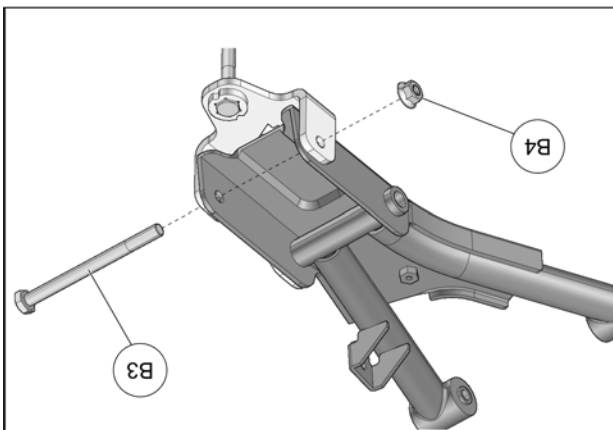

Fig. 9
8. Insérer le nouveau boulon M10x130mm (B3) à travers l'ancrage, le bras de suspension et le moyeu. Installer l'écrou (B4) fourni et serrer à un couple de 50 N•m [37 lb•pi]. Voir la Fig. 9